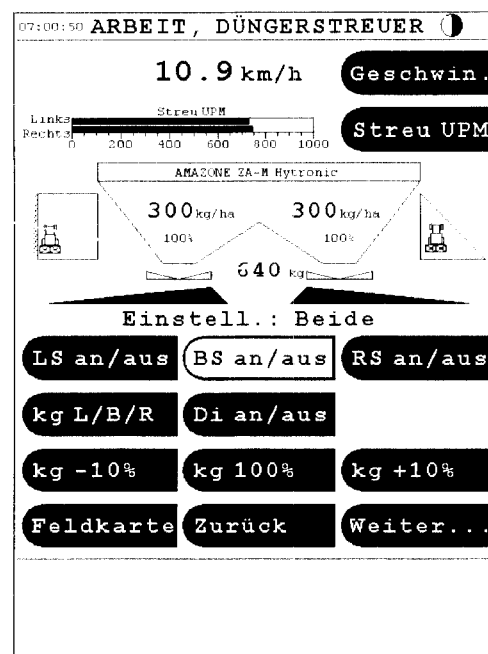

Fig. 19
- Mindestens 200 kg Dünger ausbringen. Kontrolle siehe Anzeige Arbeitsmenü ( Fig. 19/1)